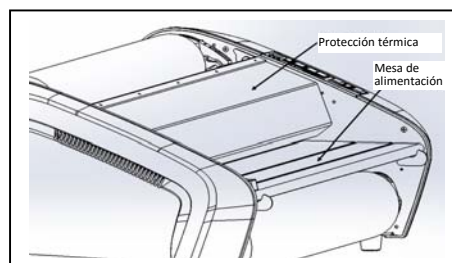

Figura 4
- C. **PROTECCIÓN TÉRMICA:** (figura 4) impide el contacto accidental con los rodillos térmicos. Se debe disminuir la PROTECCIÓN TÉRMICA para que la función EJECUTAR funcione.
- D. **MESA DE ALIMENTACIÓN:** (figura 4) la tabla de alimentación se utiliza para ubicar los artículos para laminar. La mesa de alimentación debe estar instalada con los pestillos para que la laminadora funcione.